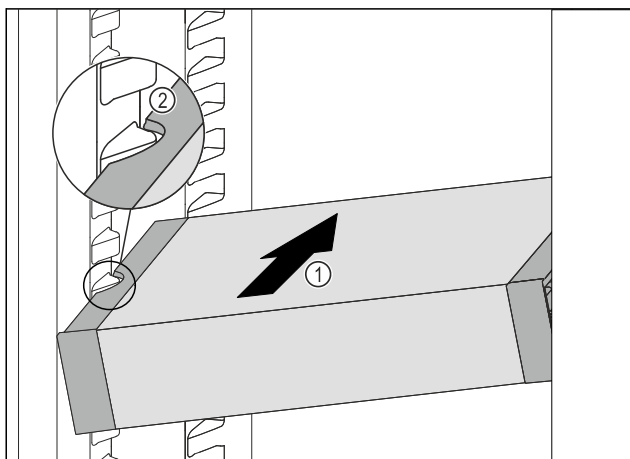

Fig. 92
- ▶ Predal VarioSafe potiskajte poševno v hladilnik Fig. 92 (1), dokler stranska izreza Fig. 92 (2) predala VarioSafe nista na višini nastavka za posodo v hladilniku.